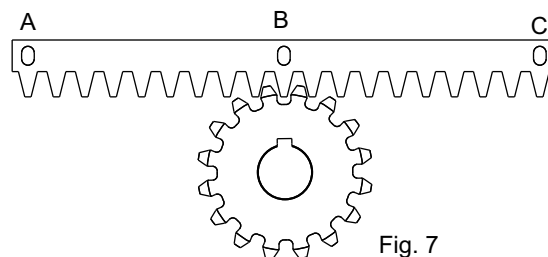
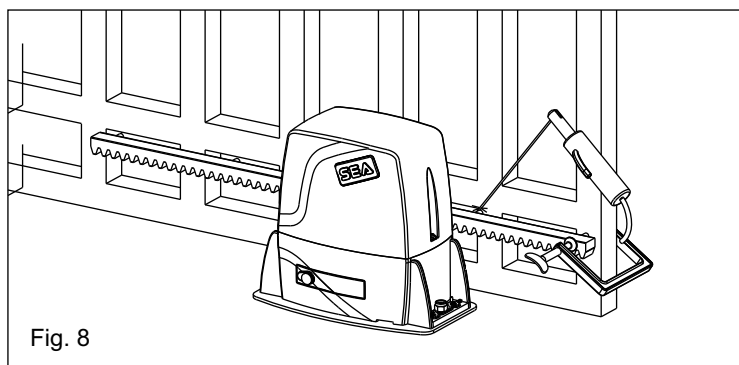

Fig. 7
Fig. 8
5.3. Apoyar el elemento de cremallera al piñón dentado del motoreductor en modo que resulte paralela la guía a nivel del suelo de la cancela y posicionándolo como en Fig. 7 y puntar con electrosoldadura la lengüeta central B a la estructura de la cancela (Fig. 8).